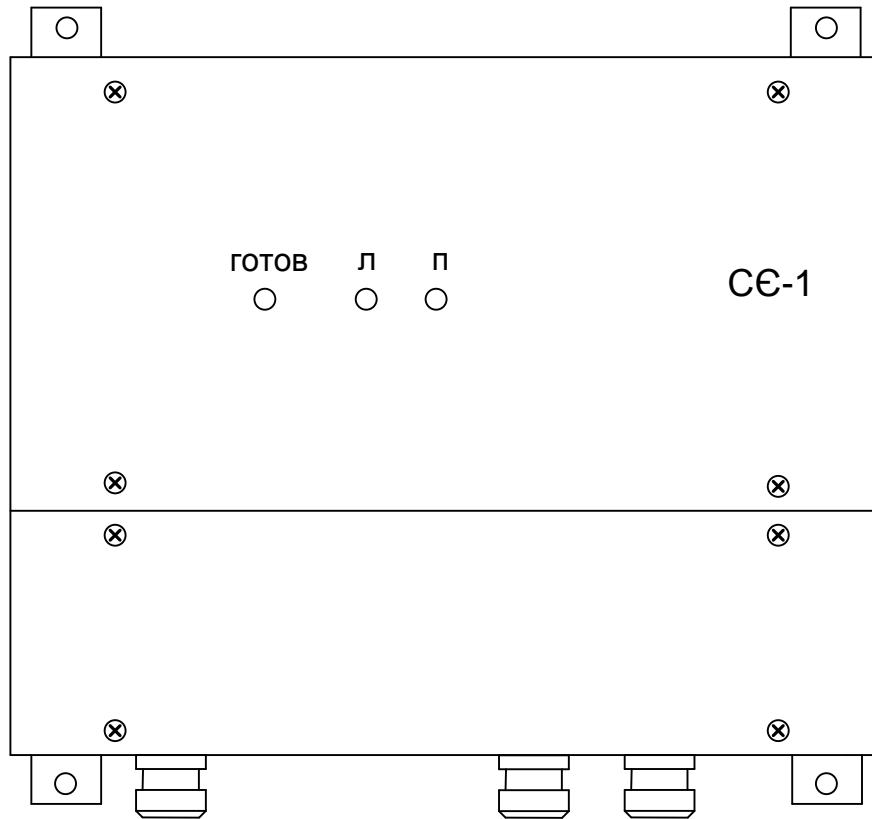

Рисунок 1. Загальний вигляд сповіщувача СЄ-1
5.1 Загальний вид сповіщувача наведений на Рис.1.